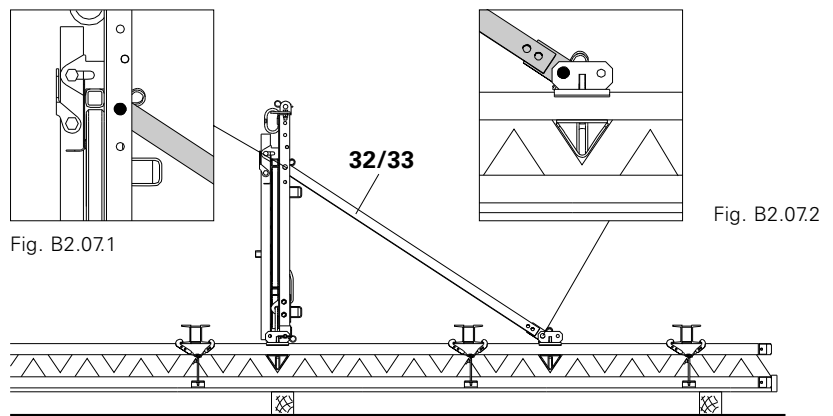

Fig. B2.07
- (Fig. B2.07 + B2.07.1 + B2.07.2)